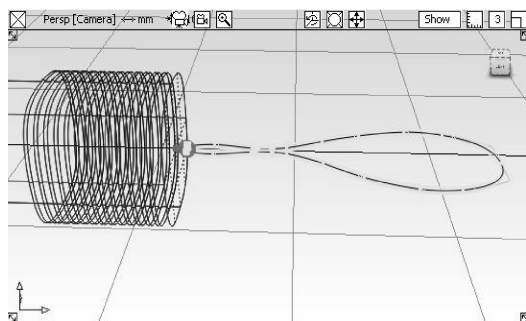

图 3-109 连接手电筒筒身
- 67 选择【Move】工具, 在透视图图中按住鼠标左键, 沿 X 轴移动选取的对象, 使之与手电筒筒身尾部连接, 如图 3-109 所示。